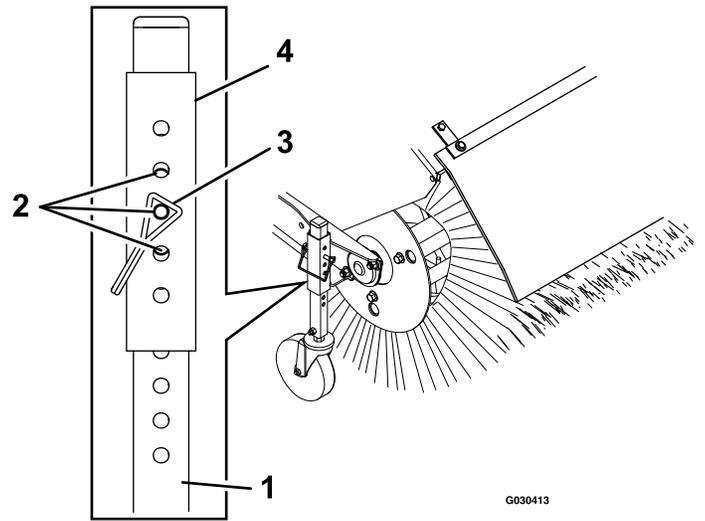

Figure 9
3. Pour régler la hauteur du balai, retirez la goupille du manchon de réglage et du tube de roues pivotantes et conservez-la (Figure 9).
5. Pour des réglages plus fins, faites glisser le manchon de réglage d'un trou de goupille vers le haut ou le bas sur le tube de roues pivotantes afin de régler la hauteur du balai par paliers de 3 mm (1/8 po) (Figure 9). Répétez les opérations 3 à 5 pour l'autre roue pivotante.